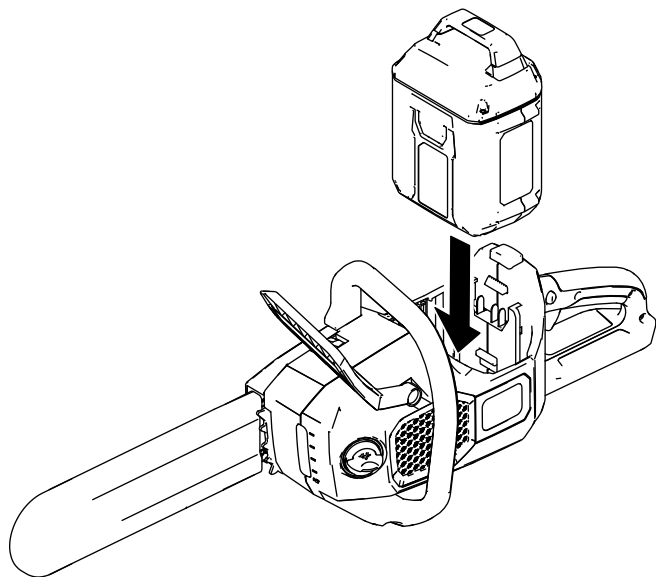

Figura 22
2. Allineate la linguetta del pacco batteria con il vano batteria nella motosega (**Figura 22**).